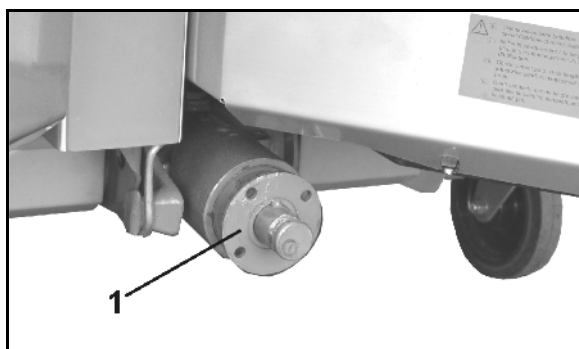

Рис. 36
1. Снимите втулку с фланцем (Рис. 36/1) с помощью съемника с первичного вала редуктора.